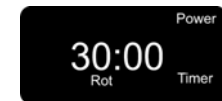

Fig. 2
8. Appuyez sur le bouton Augmentation/Diminution pour régler la durée. (Fig. 2)